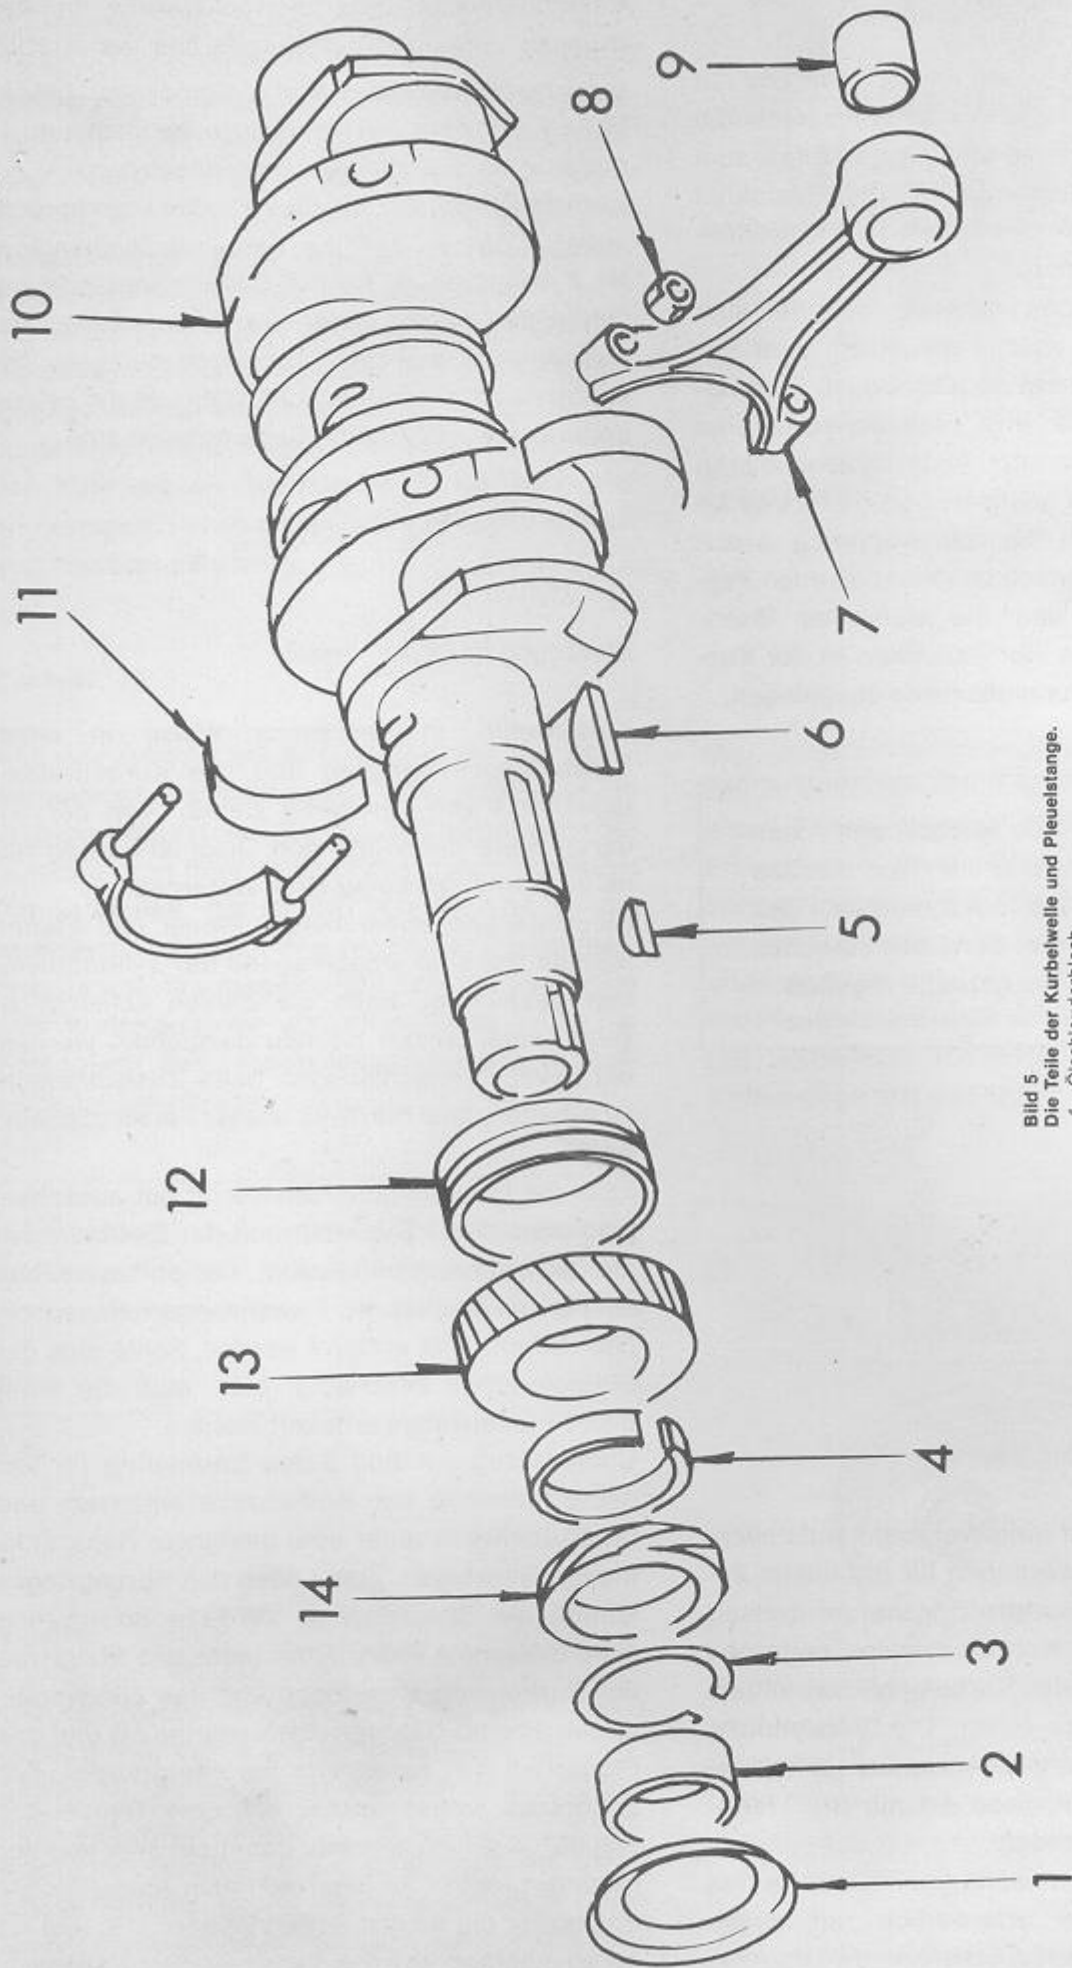

Bild 5
Unter Bezug auf Bild 5 den Sprengling (3) von der Vorderseite der Kurbelwelle entfernen und die Kurbelwelle unter eine geeignete Reparaturpresse unterlegen. Zum Lösen des Sprengringes könnte die Spezialzange VW 161a erforderlich sein. Geeignete Preßplatten unter das Steuerrad der Kurbelwelle unterlegen und das Zündverteilerantriebsrad (14), den Abstandsring (4) und das Steuerrad (13) zusammen herunterpressen. Die Zahnräder sollten vorher auf eine Temperatur von 80° C erhitzt werden, damit sie sich leichter herunterpressen lassen. Nach dem Abziehen der Zahnräder die beiden Scheibenfedern (5) und (6) herausnehmen und das Lager Nr. 3 abziehen.
Abstandring («4» in Bild 5) auflegen und das Antriebsrad für den Zündverteiler auf die genannte Temperatur anwärmen und aufpressen. Das Anbringen des Sprengtringes (3) könnte ebenfalls Schwierigkeiten bereiten, da die Ringenden auf keinen Fall den Laufzapfen der Kurbelwelle beschädigen dürfen (der Öldichtring läuft darauf). Nachdem die Zahnräder abgekühlt sind, müssen sie auf festen Sitz kontrolliert werden.